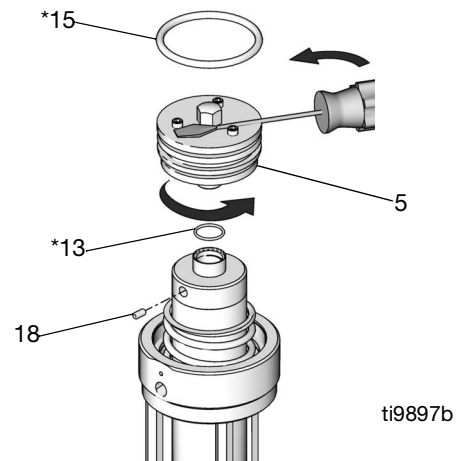

FIG. 11: Válvula de aire de la serie A
3. **Solo motores neumáticos de serie A:** Afloje el tornillo de fijación (18) y desenrosque la válvula de aire (5). Si es necesario ayudar al giro, meta la punta de un destornillador entre las cabezas de los tornillos y la cabeza hexagonal de la válvula de aire (5). Deseche los elementos 5, 13, 15 y 18. Consulte la FIG. 11.